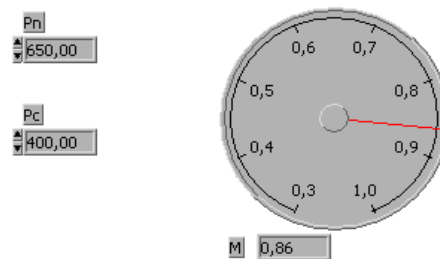

Рисунок 3.17 - Записать значения Pc и Pn на лицевой панели
13. Далее перемещаемся на лицевую панель где необходимо записать значения Pc и Pn на их источники (рисунок 3.17).